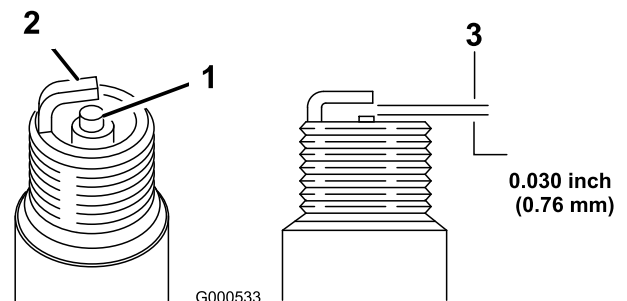

Bild 23
1. Sehen Sie sich die Mitte der Zündkerze an (Bild 23). Wenn der Kerzenstein hellbraun oder grau ist, ist der Motor richtig eingestellt. Eine schwarze Schicht am Kerzenstein weist normalerweise auf einen schmutzigen Luftfilter hin.
2. Prüfen Sie den Abstand zwischen den mittleren und seitlichen Elektroden (Bild 23). Verbiegen Sie die seitliche Elektrode, wenn der Abstand nicht stimmt.